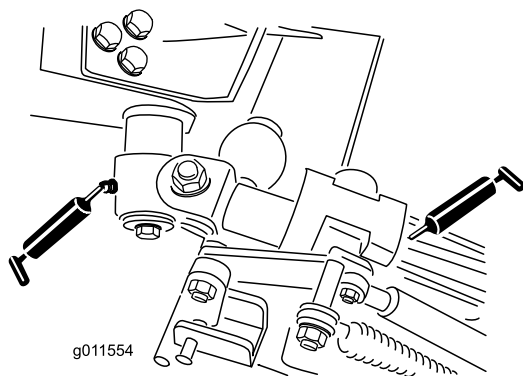

Figura 50
- Dois casquilhos da articulação da alavanca (Figura 50)
- Quatro casquilhos do braço traseiro (Figura 50)